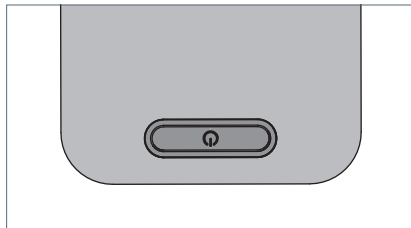

Fig. 5: Tasto.
- Premere il tasto, vedi Fig. 5.
- Premere il tasto e tenerlo premuto, vedi Fig. 5.